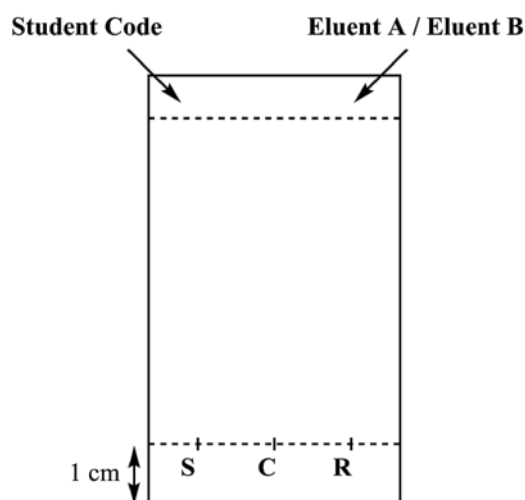

Figura 3. Preparación de la placa de TLC
- Prepare su placa de TLC.** Use un lápiz para **dibujar** cuidadosamente la línea de comienzo (1 cm sobre la parte inferior de la placa) and **marque** las tres posiciones donde va a puntear las muestras. **Etiquételas:** **S** (material de partida), **C** (producto en crudo de reacción) y **R** (producto recristalizado), tal y como se describe en la Figura 3. En la parte superior izquierda de la placa, **escriba** su Código de Estudiante (**Student Code**). En la parte superior derecha, **anote** el eluyente que usa cada vez (primero una placa para **Eluent A**, después otra placa para **Eluent B**). **Pinche** las tres muestras en la placa de Eluent A, usando los capilares pequeños para puntear que le han sido suministrados.